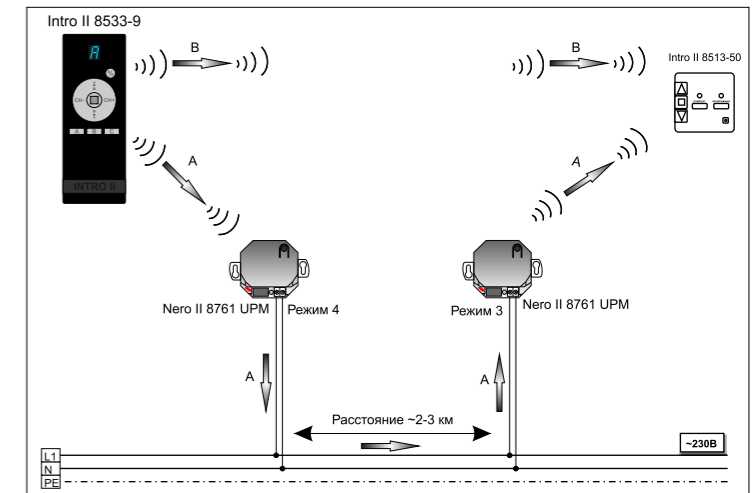
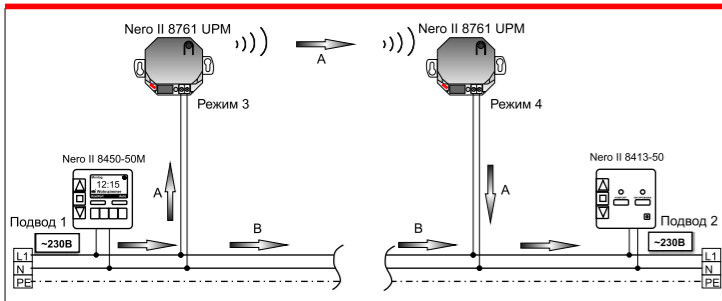

Рисунок 2 Пример реализации функции «Мост» по сети ~230 В
Рисунок 3 Пример реализации функции «Мост» по радиоканалу Intro II
- ✓ В примере 2: если команда управления «пройдет» по радиоканалу Intro II (см. рис. 2, путь «В»), тогда команда, «пришедшая» по сети ~230 В (см. рис. 2, путь «А»), повторно выполняться приемником не будет.
- ✓ В примере 3: если команда управления «пройдет» по сети ~230 В (см. рис. 3, путь «В»), тогда команда, «пришедшая» по радиоканалу Intro II (см. рис. 2, путь «А»), повторно выполняться исполнительным устройством не будет.